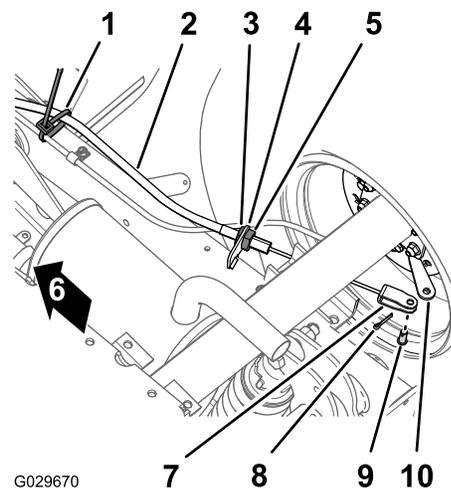

Figura 46
1. Na parte inferior da máquina, retire a braçadeira que prende o cabo do travão de estacionamento à linha do travão de serviço (Figura 46).
2. Marque a faixa de rotação na porca de bloqueio dianteira para o cabo do travão de estacionamento (Figura 46).
3. Desaperte a porca de bloqueio traseira e retire o cabo do suporte do cabo dos travões (Figura 46).
4. Retire o contrapino e o passador de forquilha que prendem a forquilha para o cabo do travão de estacionamento à alavanca do atuador do travão e afaste o cabo da alavanca (Figura 46).
1. Passe o ajustador roscado do cabo do travão de estacionamento para o suporte do cabo do travão e a forquilha na alavanca do atuador do travão (Figura 46).
3. Alinhe o ajustador roscado do cabo do travão de estacionamento para o suporte do cabo do travão e aperte a porca traseira (Figura 46).